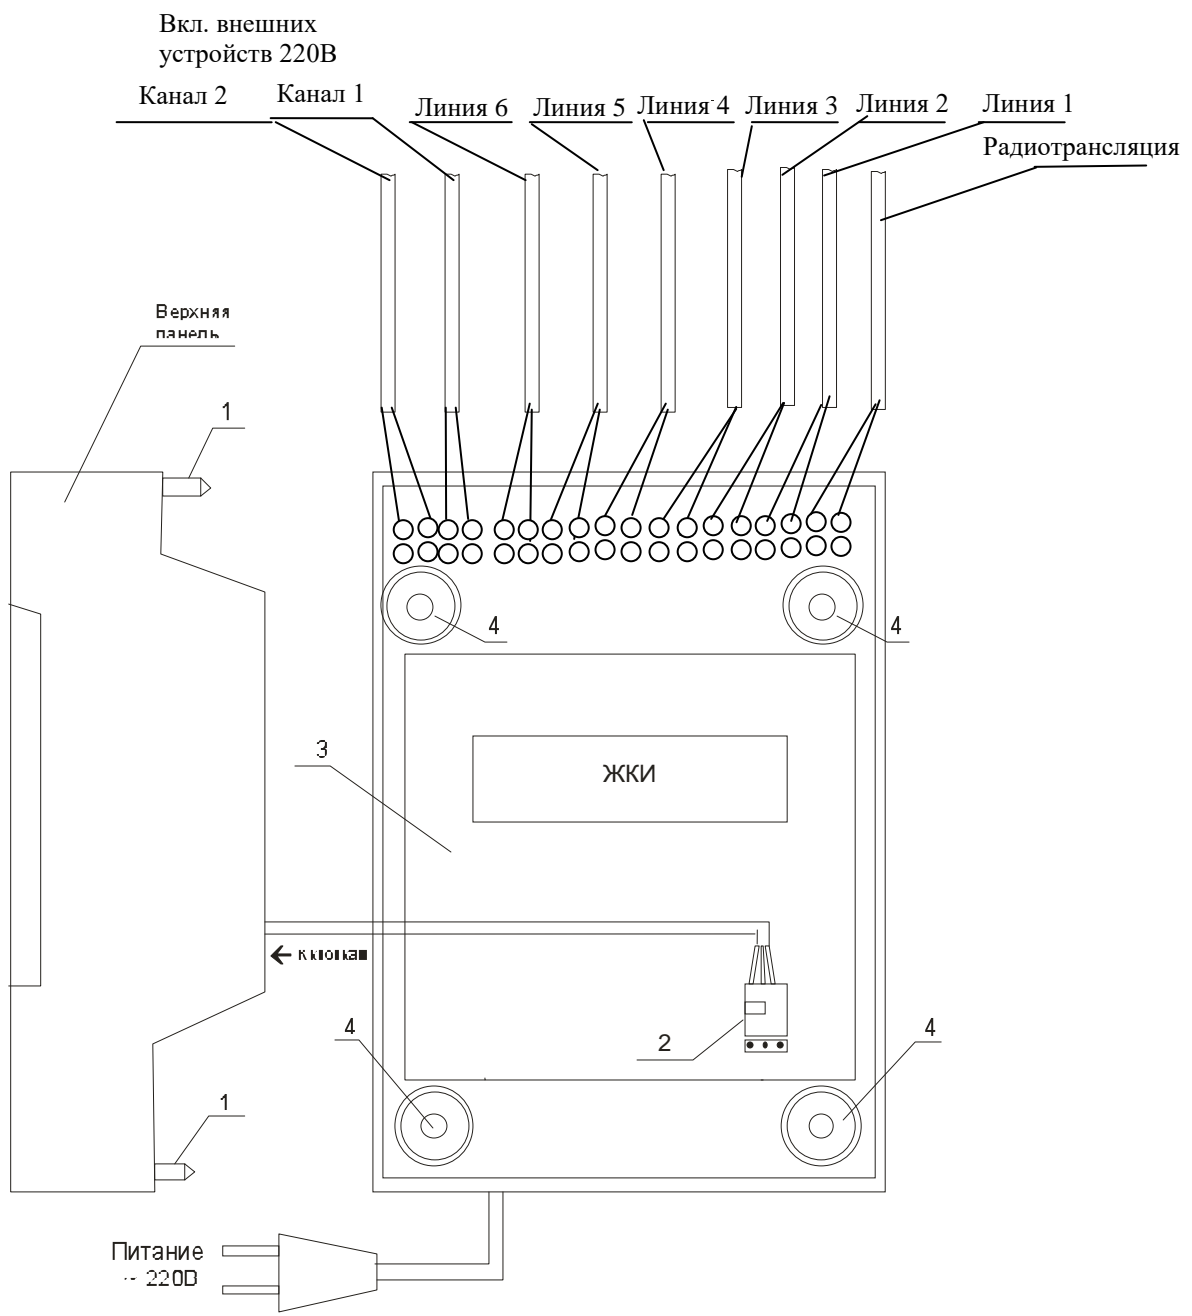
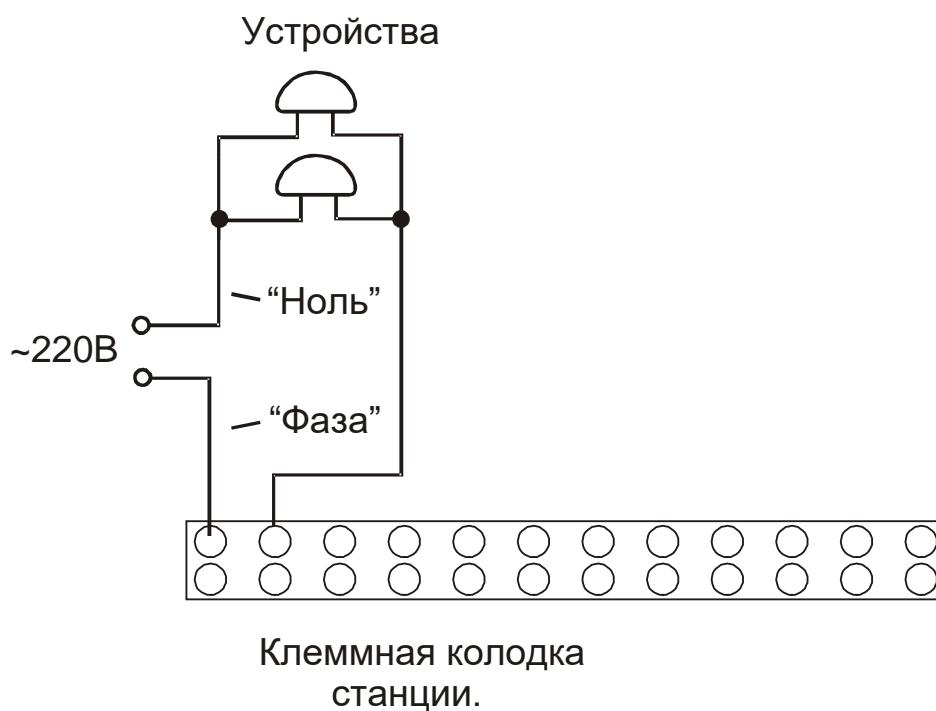

Рис. 1.
Рис. 1-1
Перед началом монтажа станции должны быть проложены шесть двухпроводных линий управления часами и две двухпроводные линии управления включением электропитания внешних устройств (последние – на напряжение 220 В). Все вторичные часы, стрелочные и цифровые, должны быть разбиты на шесть групп, часы каждой группы должны быть подключены к кабелю своей часовой линии параллельно (обычно подключение производится с помощью клеммных коробок с отводами от них к каждому часам). При этом цифровые часы подключаются по входу синхронизации (см. Руководство по эксплуатации на цифровые часы). Внешние устройства для каждого канала должны быть подключены по схеме, изображенной на рис. 1-1. Обратите внимание, что электропитание внешних устройств осуществляется от внешнего однофазного источника электропитания 220 В. Часовая станция только осуществляет коммутацию «фазы» питающего напряжения с помощью встроенных реле для включения и выключения внешних устройств.
4.1. Выверните четыре винта 1, расположенных на верхней панели ЧС (см. Рис.1). Осторожно снимите верхнюю панель и отсоедините разъем 2, соединяющий кнопки с печатной платой 3 (разъем находится на самом кабеле).
4.4. Подсоедините линии вторичных часов в соответствии со схемой рис.1. Линии включения внешних устройств подсоедините в соответствии со схемой рис.1-1 и рис 1.
На рис. 1-1 показана схема включения внешних устройств для второго канала. Первый канал подключается точно также к двум соседним клеммам, расположенным рядом правее второго канала (см. рис. 1).